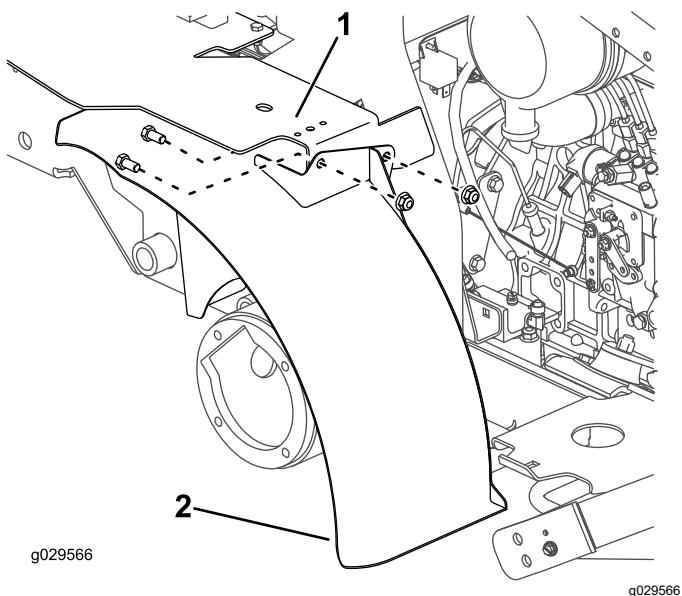

Figura 24
- Monte provisionalmente el soporte de la parte superior del guardabarros izquierdo en el soporte del depósito de combustible con 2 pernos ($\frac{3}{8}$ " x $\frac{3}{4}$ ") y 2 tuercas ($\frac{3}{8}"), según se muestra en Figura 24.$